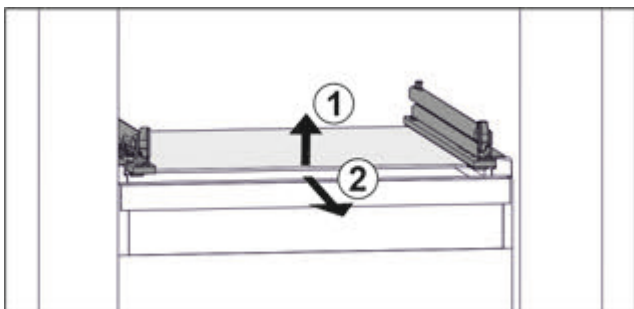

Fig. 97 Приблизне відображення скляної пластини
- ▶ Підняти скляну пластину спереду. Fig. 97 (1)
- ▶ Вийняти скляну пластину рухом вперед. Fig. 97 (2)